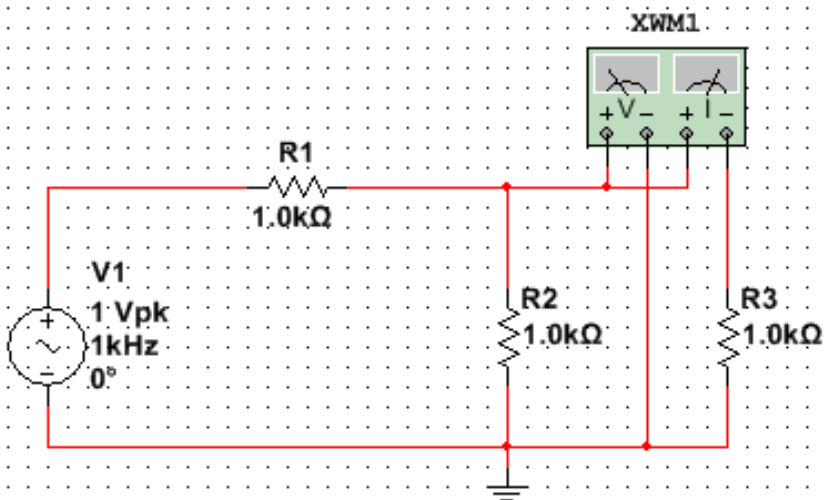

Рис. 2.5.4. Схема с подключенным ваттметром
1. Соберите схему, указанную на рис. 2.5.4.